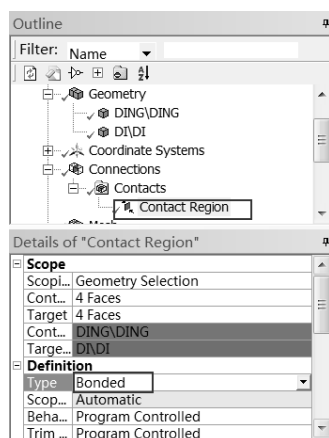

图 7-34 接触设置
Step3：如图 7-34 所示，在 Outline（分析树）中的 Model（B4） Connections Contacts Contact Region 选项上单击，在下面出现的 Details of “Contact Region” 选项的 Definition Type 中选择 Bonded。